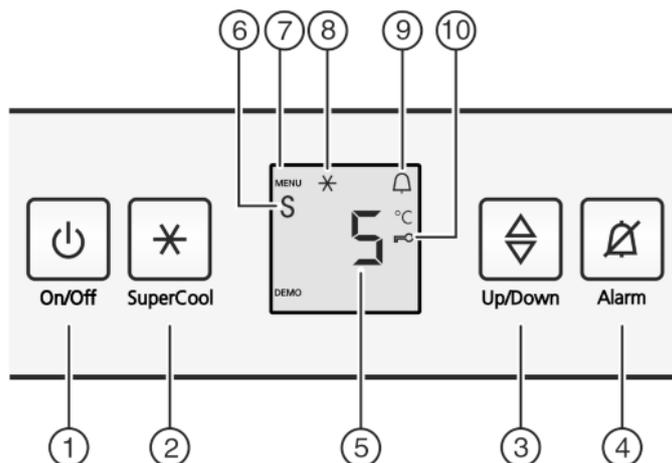

Fig. 2
- ▶ Taste On/Off *Fig. 2 (1)* drücken.
- ▶ Einstellmodus aktivieren: Taste SuperCool *Fig. 2 (2)* ca. 5 s drücken.
- ▷ Das Symbol Menu *Fig. 2 (7)* leuchtet.
- ▶ Mit Einstelltaste *Fig. 2 (3)* **c** wählen.
- ▶ Die Taste SuperCool *Fig. 2 (2)* kurz drücken, um zu bestätigen.
- ▶ Zum Einschalten der Kindersicherung Taste SuperCool *Fig. 2 (2)* kurz drücken.
- ▷ Das Symbol Kindersicherung *Fig. 2 (10)* leuchtet. In der Anzeige blinkt **c**.
- ▶ Zum Ausschalten der Kindersicherung Taste SuperCool *Fig. 2 (2)* kurz drücken.
- ▷ Das Symbol Kindersicherung *Fig. 2 (10)* erlischt. In der Anzeige blinkt **c**.
- ▶ Einstellmodus deaktivieren: Taste On/Off *Fig. 2 (1)* drücken.
- ▶ Taste Alarm *Fig. 2 (4)* drücken.
- ▶ Um die Sabbath Mode Funktion aufzurufen: Taste SuperCool *Fig. 2 (2)* kurz drücken.
- ▶ **Zum Einschalten** des Sabbath Mode Taste SuperCool *Fig. 2 (2)* kurz drücken.
- ▶ **Zum Ausschalten** des Sabbath Mode Taste SuperCool *Fig. 2 (2)* kurz drücken.
- ▷ In der Temperaturanzeige wird das Symbol Sabbath Mode *Fig. 2 (6)* angezeigt, solange der Sabbath Mode aktiv ist.
- ▶ Temperaturfunktion aufrufen: Die Einstelltaste *Fig. 2 (3)* drücken.
- ▶ Temperatur in 1 °C -Schritten ändern: Einstelltaste *Fig. 2 (3)* so oft drücken, bis die gewünschte Temperatur in der Temperaturanzeige leuchtet.